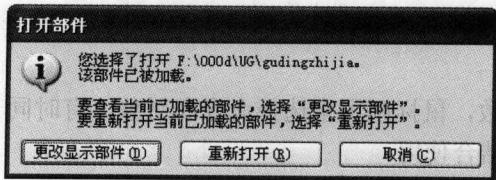

图 1-17 重复打开文件提示对话框
2) 如果选择一个已经载入的文件，系统将弹出提示对话框如图 1-17 所示，用户可根据对话框内的提示信息进行操作。